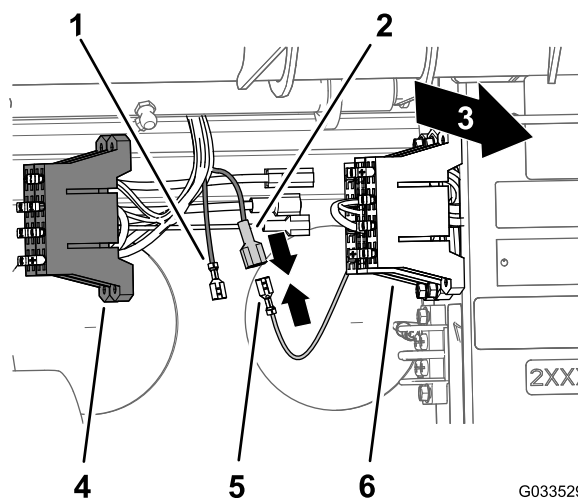

Figure 23
3. Branchez la borne femelle non isolée du porte-fusibles de la machine à la borne mâle isolée du porte-fusibles du câblage du pulvérisateur (Figure 23).
2. Localisez la borne femelle non isolée au bout du câble jaune libre du porte-fusibles de la machine et la borne mâle isolée au bout du câble jaune optionnel du porte-fusibles du câblage du pulvérisateur (Figure 23).